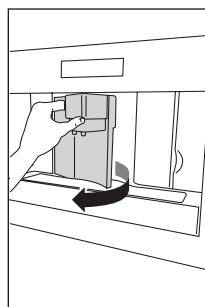

Fig. 23
- ▶ Abra la puerta de servicio (Fig. 23).